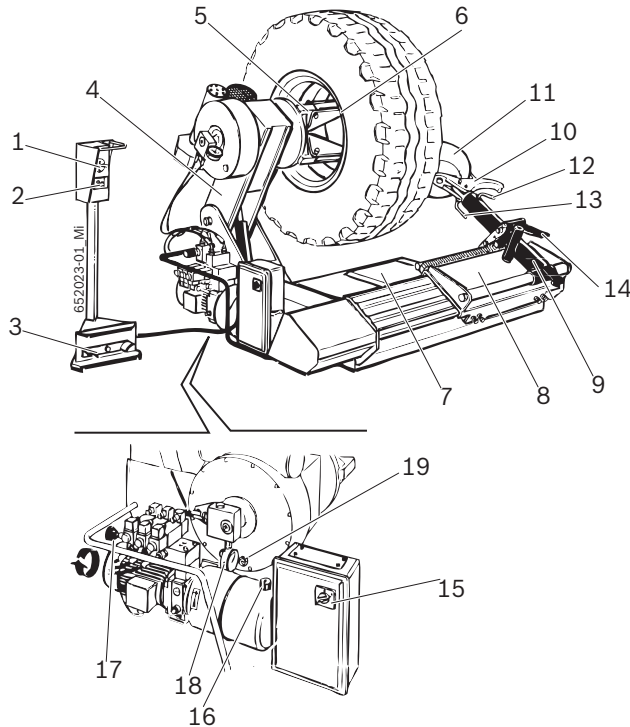

Fig. 1: TCE 5210
La bride de serrage fonctionne grâce à un circuit hydraulique à haute pression, réglable de 20 à 110 bars en tournant la poignée prévue à cet effet (Fig.1, pos.17) et en lisant la valeur sur le manomètre (Fig.1, pos.18). La pression normale d'exercice est de 110 bars. Pour des jantes ayant une valeur d'effort faible ou des jantes particulièrement fines, il est nécessaire de diminuer cette pression.
Pour des roues ayant un diamètre inférieur à 800 mm ou supérieur à 1500 mm, il est recommandé d'enlever l'axe de l'outil de montage (Fig.1, pos.12) et de le positionner dans le deuxième trou.